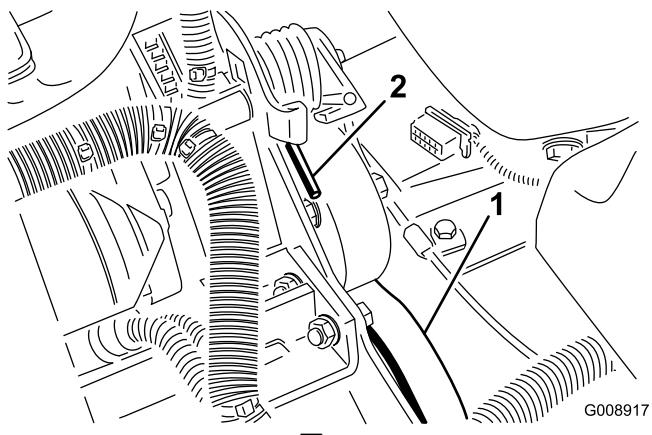

図 56
- スプリングの端を前側に押し下げてブラケットから外し、スプリングのテンションをなくす（図 56）。